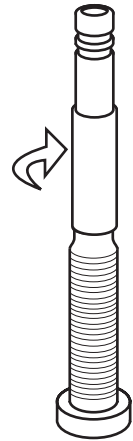

Figura 47. Avvitare la prolunga sulla valvola, in senso orario.
3. Avvitare la prolunga esterna sulla valvola, ruotandola in senso orario e saldamente con le dita. Avviso: Non stringere eccessivamente, per prevenire danni alla prolunga (Figura 47).